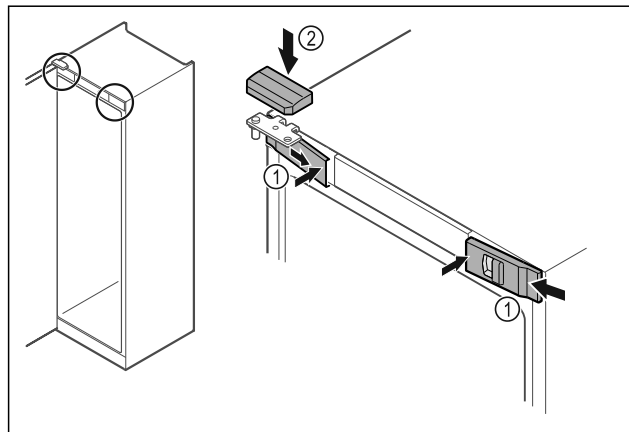

Fig. 44
- Vordere Abdeckungen Fig. 44 (1) seitlich einhaken und innen aufrasten.
- Obere Abdeckung Fig. 44 (2) von oben aufrasten.